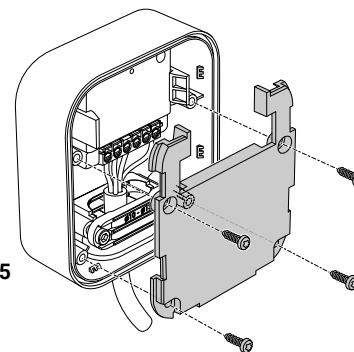

Bild 5
- 6 Bauen Sie die Zwischenplatte zusammen und schrauben Sie die 4 mitgelieferten Schrauben fest - siehe **Abbildung 5**.